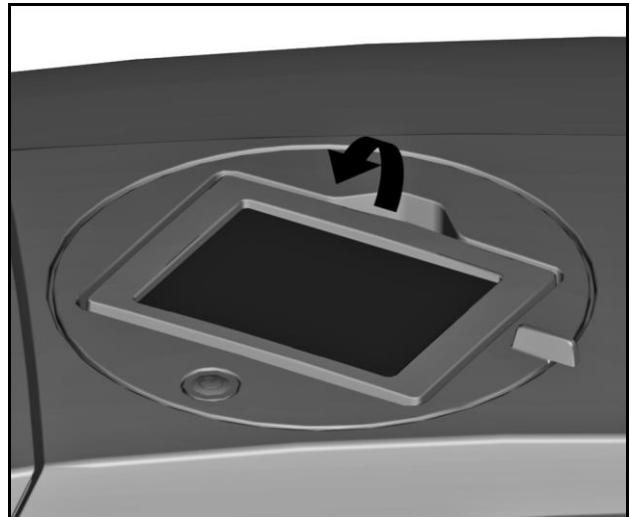

Figure 11 Écran tactile abaissé
- 1 Relevez l'écran tactile dans la position de votre choix (voir « Figure 11 Écran tactile abaissé »). L'écran tactile peut ensuite être pivoté à 270°.